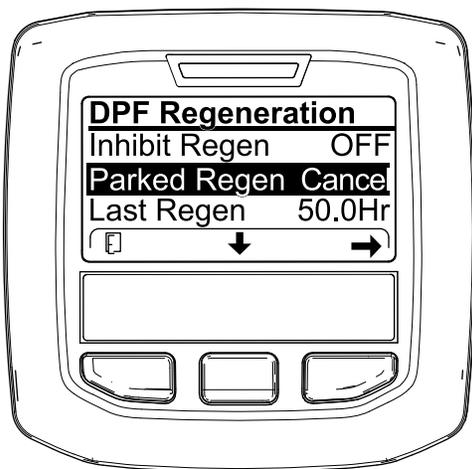

Figura 92
1. Accedete al menu DPF Regeneration (Rigenerazione FAP) (Figura 92).
2. Premete il pulsante centrale per scorrere il menu verso il basso fino all'opzione PARKED REGEN CANCEL (Figura 92) o all'opzione RECOVERY REGEN CANCEL (Figura 93).
3. Premete il pulsante destro per selezionare la voce Cancel relativa alla rigenerazione (Figura 92 o Figura 93).